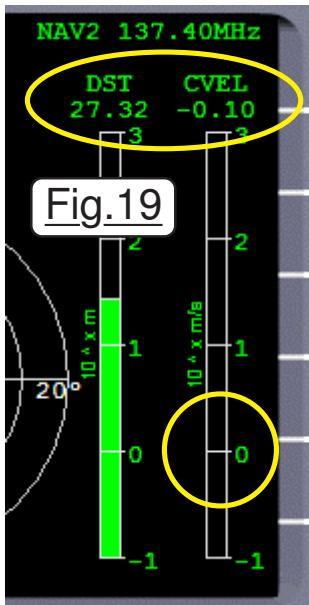

Fig.19
- Ralentir la vitesse d'éloignement avec les RCS pour procéder à proximité de la station à la préparation pour la désorbitation. Si durant cette phase on constate un problème, le retour sera ainsi plus aisés. Il suffit avec le RSC en poussée positive d'annuler **CVEL** comme montré sur la figure 19. **DST** ne varie alors pratiquement plus. On est stabilisé. Vous pouvez aussi, c'est encore plus facile, utiliser le programme **PRO 500 SPEC 0**. Le pilote automatique va alors immobiliser votre vaisseau par rapport à une cible que nous choisissons dans la liste de tout ce qu'il détecte à moins de 100 Km. Testez cette fonction.